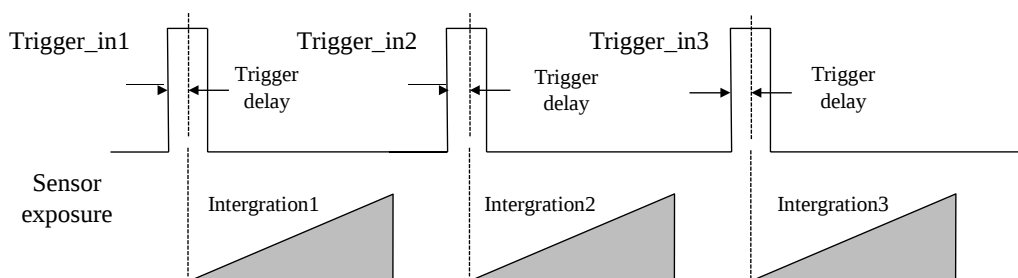

图3-40 信号延迟原理
3. 根据实际需求设置触发延迟时间，单位为 μs ，默认为 0，即接收输入信号后立即触发设备采图。关于触发延迟的原理，如图 3-40 所示。